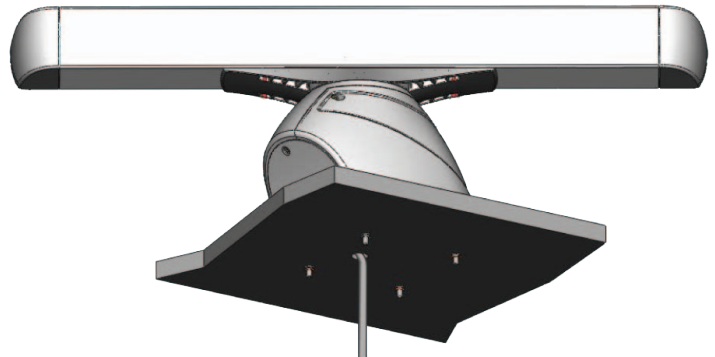

Figura 8
3. Encaminhe os cabos de alimentação e de rede pela frente do radar (Figura 7) ou através de um orifício aberto na superfície de montagem (Figura 8). Evite dobrar ou torcer demasiado os cabos.